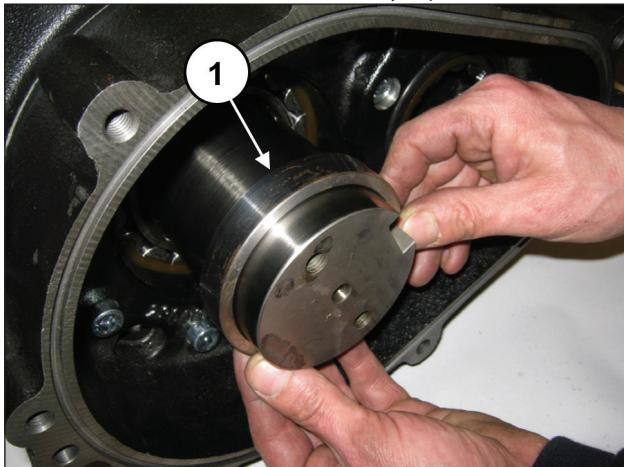
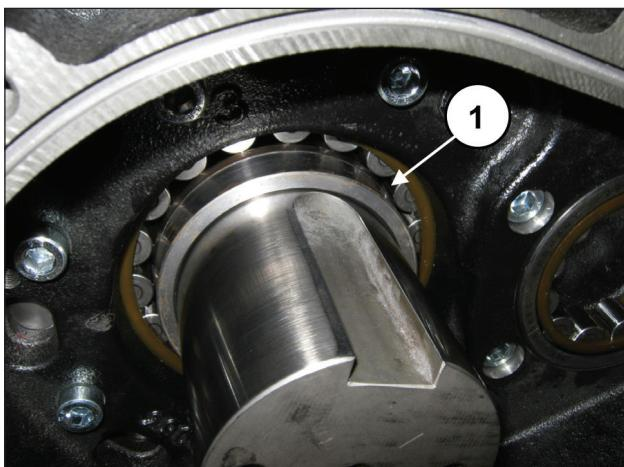

Рис. 74
Рис. 75
Вставьте опорное кольцо зубчатого венца в хвостовик коленчатого вала (поз. ①, Рис. 74) до упора (поз. ①, Рис. 75).